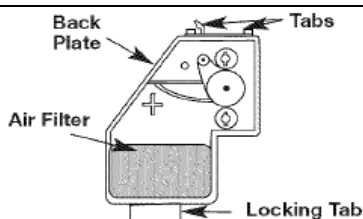

Рис. 25
2. Извлеките воздушный фильтр (Рис. 25).
6. Установите на место воздушный фильтр (Рис. 25).